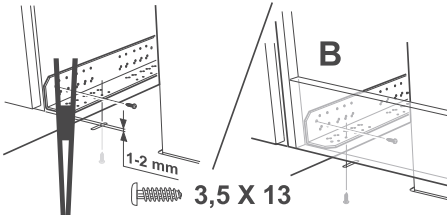

Fig. 10
- Infälld eller mellan skåp monteras kåpan med hjälp av konsoler. Konsoler och kåpa skruvas fast med 8 st skruvar, 3,5 x 13, se Fig. 10. Konsolerna skruvas fast med de fasade hörnen utåt och jämsides med skåpets framkant, se Fig. 10A, eller med konsolen mot fläktöverskåpets frontstycke, se Fig. 10B.